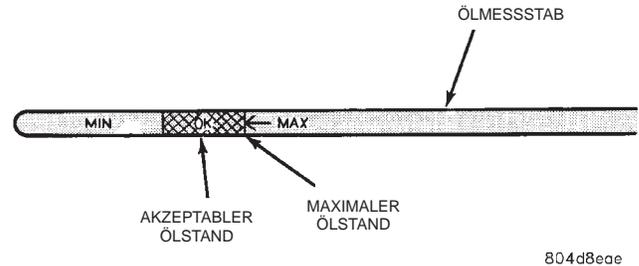

Abb. 13 Markierungen am Ölmeßstab—Typisch
(1) Für eine genaue Ölstandskontrolle muß das Getriebeöl normale Betriebstemperatur haben. Ggf. mit dem Fahrzeug fahren, bis das Getriebeöl seine normale Betriebstemperatur von 82° C (180°F) erreicht hat.
(2) Fahrzeug auf eine ebene Fläche stellen.
(3) Motor anlassen und mit Leerlaufdrehzahl laufen lassen.
(4) Feststellbremse anziehen.
(5) Wählhebel durch alle Fahrbereiche führen; vor dem Wechsel in den nächsten Fahrbereich jeweils kurz warten. Wählhebel abschließend in Leerlaufstellung zurückbewegen.
(6) Oberes Einfüllrohr und Ölmeßstab reinigen, um das Eindringen von Schmutz in das Einfüllrohr zu vermeiden.
(7) Ölmeßstab herausziehen (Abb. 13) und Ölstand wie folgt kontrollieren: